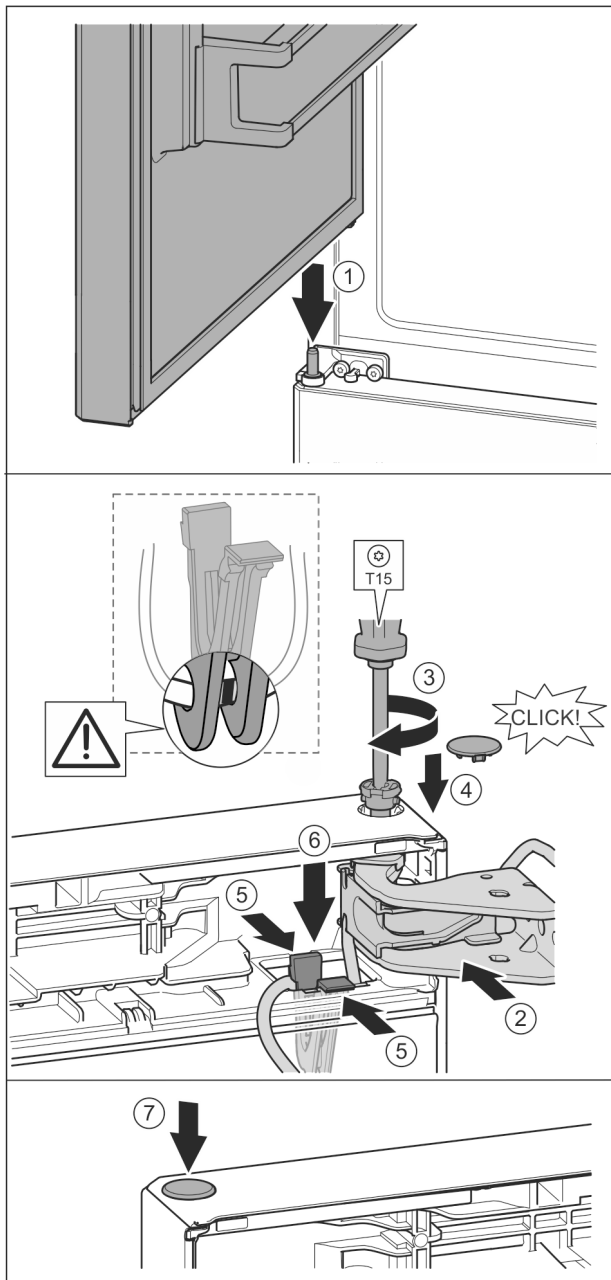

Fig. 41
- ▶ Vrchné dvere nasadíte na stredný ložiskový čap Fig. 41 (1)
- ▶ Dvere hore vyrovnajte s otvorom v ložiskovej konzole. Fig. 41 (2)
- ▶ Vložte čap a pevne ho priskrutkujte skrutkovačom T15. Fig. 41 (3)
- ▶ Namontujte poistný kryt pre poistku dverí: Nasadíte poistný kryt a skontrolujete, či prilieha ku dverám. Inak čap vložte úplne. Fig. 41 (4)
- ▶ Držiak s káblom na ňom pripevneným vložte do otvoru. Fig. 41 (5)
- ▶ Držiak tlačte nadol, kým nezaklapne strmeň. Fig. 41 (6)
- ▶ Nasadíte zátku. Fig. 41 (7)